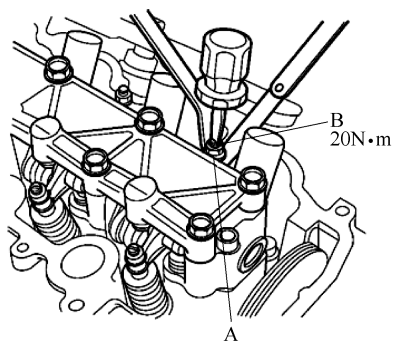

图 2-129 调整气门间隙
5) 如果感觉阻力过大或太小, 则旋松锁紧螺母 (A), 并转动调节螺钉 (B), 直至感觉塞尺上的阻力适当为止, 见图 2-129。